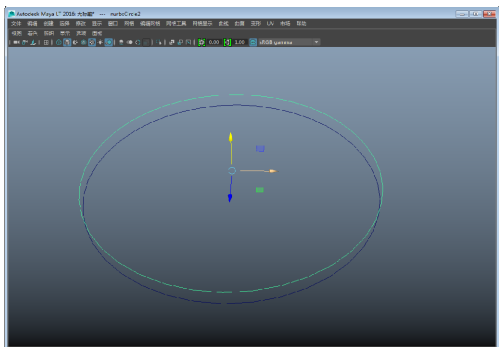

图 3-113 调整位置
- 2 在视图中选择圆，按快捷键 Ctrl+D 复制一个副本，然后将其沿 Y 轴稍微向上调整一下，如图 3-113 所示。